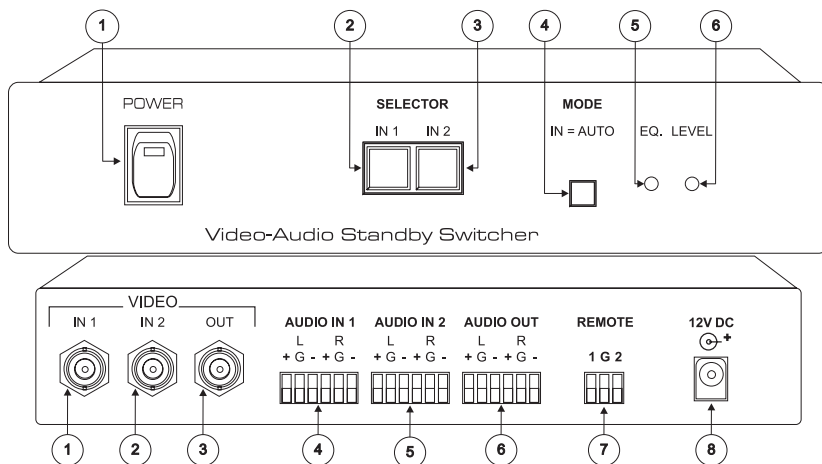
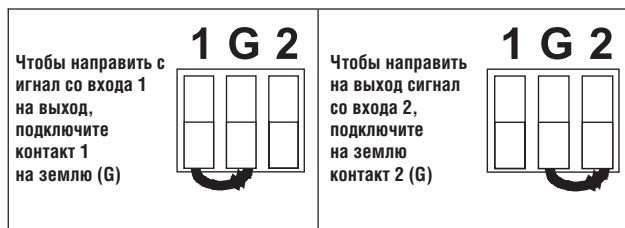

Рис. 1. Коммутатор резерва для аудио/видеосигналов VS-24xl
Рис. 2. Разъём дистанционного переключателя
Рис. 1 и таблицы 1 и 2 определяют назначение органов управления и соединителей передней и задней панелей **VS-24xl**.
² Позиция 4 на рис. 1.
Чтобы осуществить это, подсоедините соответствующие контакты входного разъёма REMOTE к переключателю типа «сухой контакт» (например, к внешней кнопке) и установите кнопку MODE IN = AUTO (позиция 4 на рис. 1) в отжатое положение. Например, как показано на рис. 2, чтобы направить сигнал со входа 1 на выход, «сухим контактом» замкните контакт 1 на землю (G). Чтобы направить на выход сигнал со входа 2, замкните на землю (G) контакт 2. Не подсоединяйте к заземлению одновременно оба контакта 1 и 2.